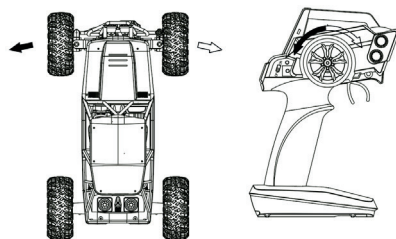

Рисунок 2
2. Движение вперед и назад (Рисунок 2).